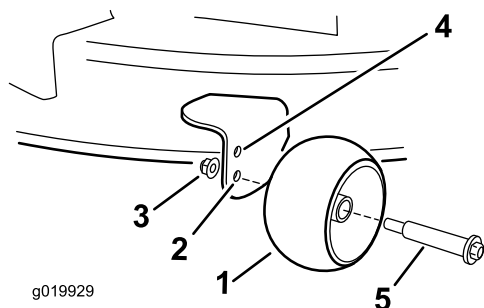

Figura 31
- Taladro superior – utilice esta posición cuando la carcasa de corte está en la posición de altura de corte de 63 mm o menos (Figura 31).
- Taladro inferior – utilice esta posición cuando la carcasa de corte está en la posición de altura de corte de 76 mm o más (Figura 31).